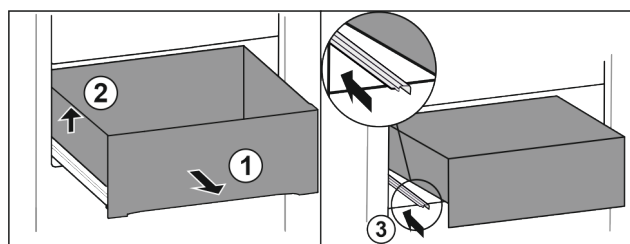

Fig. 13*
- ▶ Wyciągnąć całkowicie szufladę Fig. 13 (1).*
- ▶ Unieść szufladę po lewej Fig. 13 (2).*
- ▶ Wsunąć lewą szynę Fig. 13 (3).*